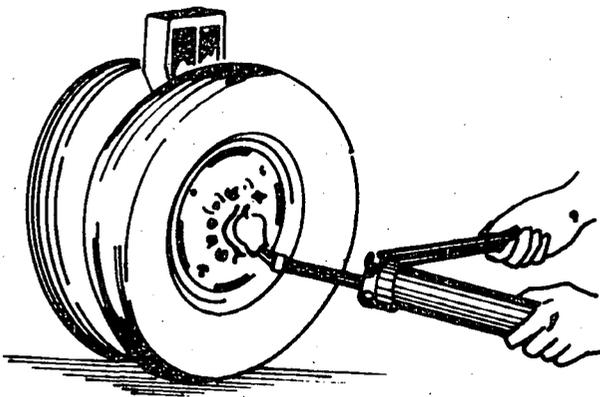

Fig. 10
- b Aplique a graxa (fig. 10).